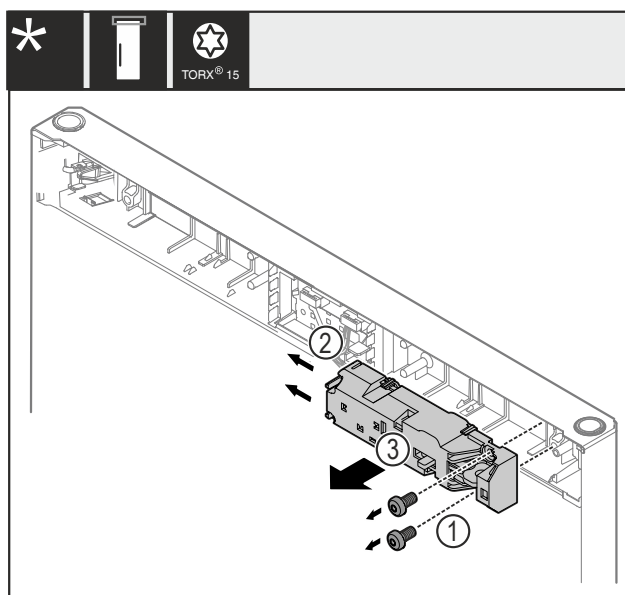

Fig. 20
- Schroeven Fig. 20 (1) verwijderen.
- Vergrendelingslipjes Fig. 20 (2) opzij duwen en de vergrendeling op afstand Fig. 20 (3) wegnemen.